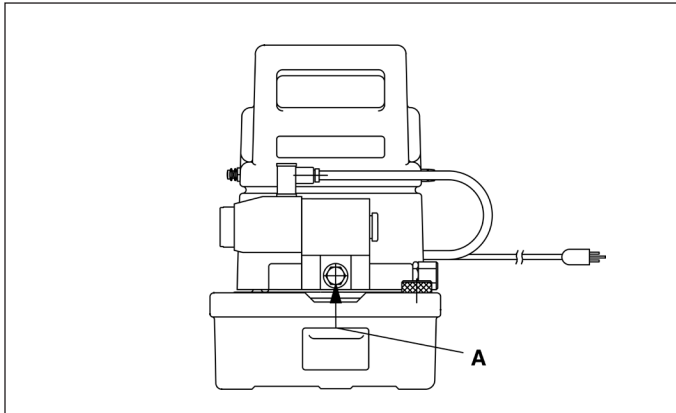

Abbildung 4
1. Die Schlauchleitung, die die Pumpe mit dem Zylinder verbindet, wird direkt in den Oelanschluss A am Betaetigungsventil eingeschraubt (siehe Abb. 4).